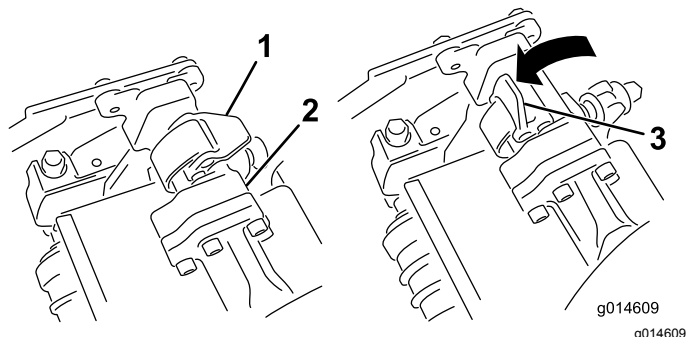
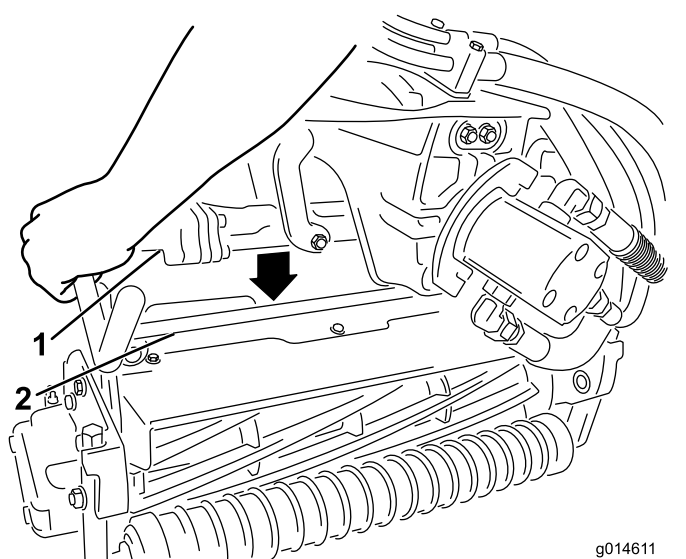

Рисунок 44
Рисунок 45
3. Когда защелки на штанге рычага подвески направлены вверх (т.е. открыты) (**Рисунок 44**), нажмите на рычаг подвески так, чтобы штанга села на поперечный стержень наверху режущего блока (**Рисунок 45**).
4. Опустите защелки и поверните вокруг стержня режущего блока и заблокируйте их (**Рисунок 44**).
4. Откройте защелки на штанге рычага подвески режущего блока, который необходимо снять (Рисунок 44).